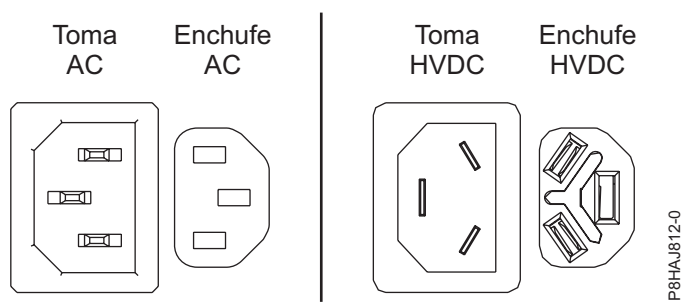
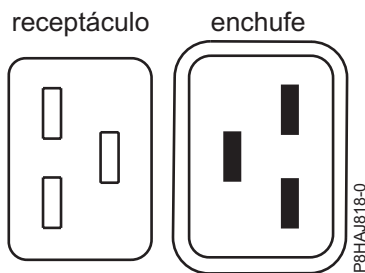
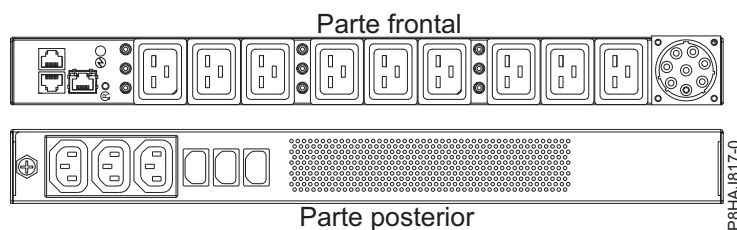

Figura 74. Conectores CA y HVDC
Figura 75. Conectores para el sistema 8408-44E
Figura 76. PDU para el sistema 8408-44E
En Figura 74 se muestran los conectores admitidos de corriente alterna (CA) y de corriente directa de alto voltaje (HVDC). En Figura 75 y en Figura 76 se muestran los conectores admitidos y la unidad de distribución de alimentación (PDU) para 8408-44E.